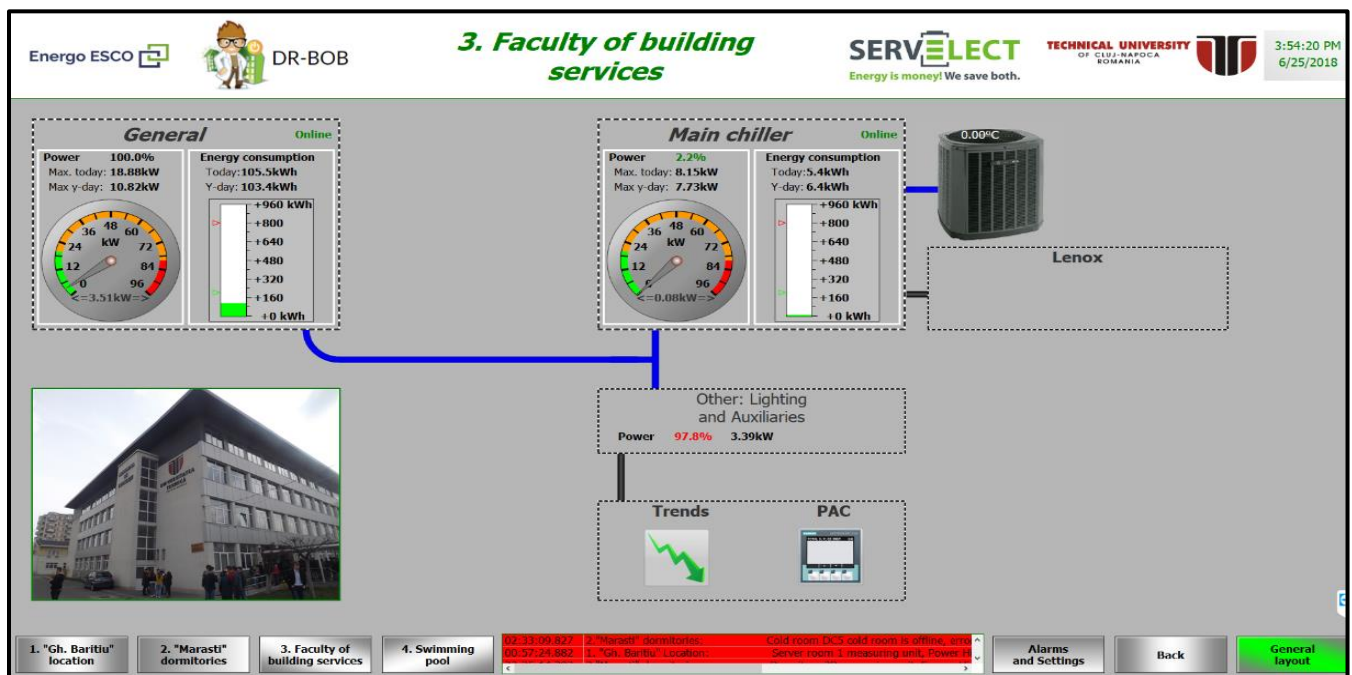

Fig.14. Componenta control Instalații
- Acționarea prin simplu click-stânga a butonului sau imaginii „Faculty of building services” conduce spre același rezultat, prezent în fereastra din Fig.14.
Butoane care pot fi acționate din interfața Fig.14.: